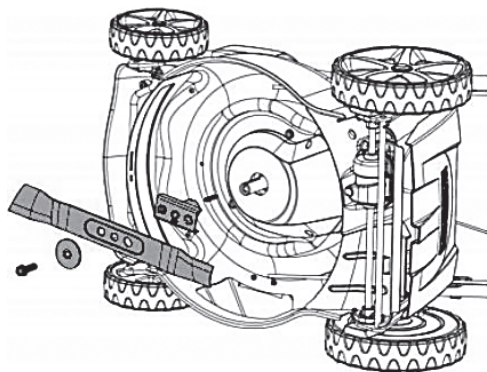

Рисунок 15
11.7 Перевірка ножа (див. Рисунок 15)